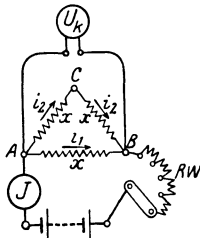

Abb. 17. Bestimmung der Widerstände bei Dreieckschaltung zu Aufgabe 76.
76. Drei gleiche Widerstände sind so miteinander verbunden, daß sie das Dreieck  $ABC$  bilden, wie Abb. 17 zeigt. Man mißt den zu den beiden Endpunkten  $A$  und  $B$  eingeleiteten Strom  $J = 5$  [4] A und die an den Klemmen  $A$  und  $B$  herrschende Spannung  $U_k = 10$  [12] V.